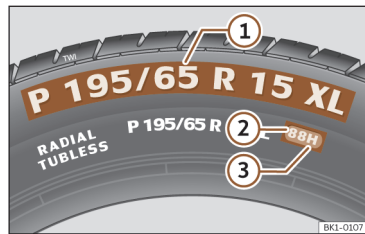

Fig. 52 Sistema internacional de inscrição de pneus. ① Dimensões. ② Índice de carga. ③ Código de velocidade.
O índice de carga >>> **Fig. 52** ② indica os quilos de carga máxima que um único pneu pode suportar (**capacidade de carga**).
O código de velocidade >>> **Fig. 52** ③ indica a velocidade máxima à qual se pode circular com esse pneu.